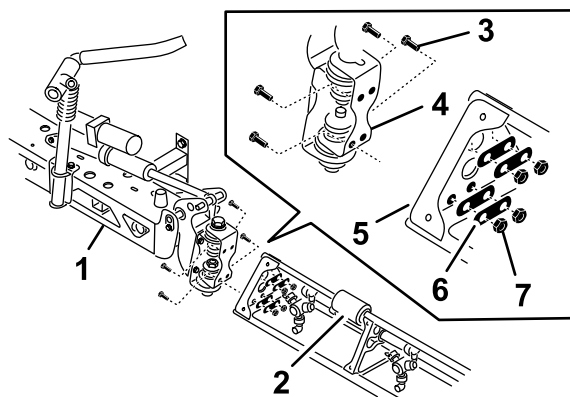

Figure 40
- Faites pivoter chaque support d'articulation au bout de la section de rampe centrale de ce que les supports soient alignés verticalement (Figure 40).
- Fixez la plaque d'articulation à la plaque triangulaire à l'aide des 4 boulons à embase, 4 plaques d'appui et 4 contre-écrous à embase (Figure 40) que vous avez retirés à l'opération (1).
- Placez la tige du vérin de levage de la rampe en face des trous dans la fourche du support d'articulation (Figure 40).
- Fixez la tige à la fourche du support d'articulation à l'aide d'un axe de chape et d'une goupille fendue (Figure 40).